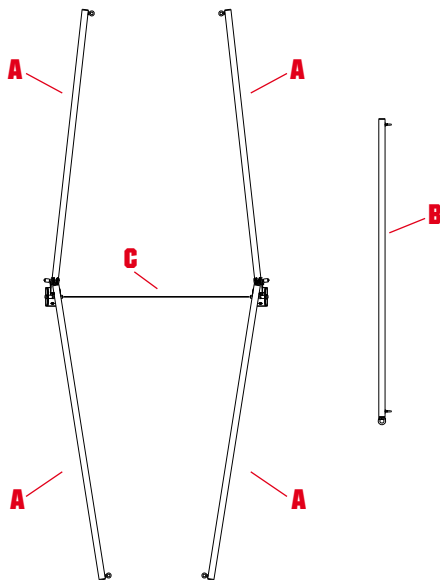

fig. 2
- a) Disporre a terra le barre laterali (A) e la barra superiore (B) - (fig. 2).